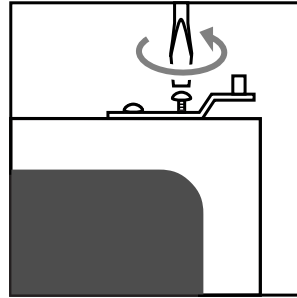

fig. 8b
- Verwijder het scharnier dat nu aan de bovenzijde zit (zie fig. 8b). Let op: het ringetje hoort bij het onderste scharnier.